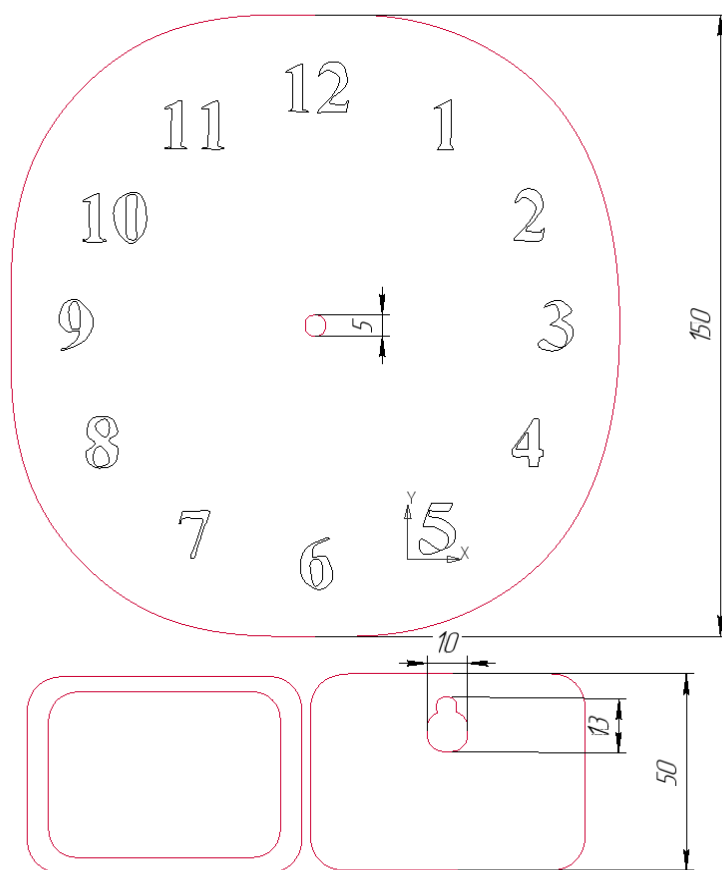

Рис. 1. Наглядное изображение готового изделия и макета
**Образец:** Циферблат (см. рис. 1).